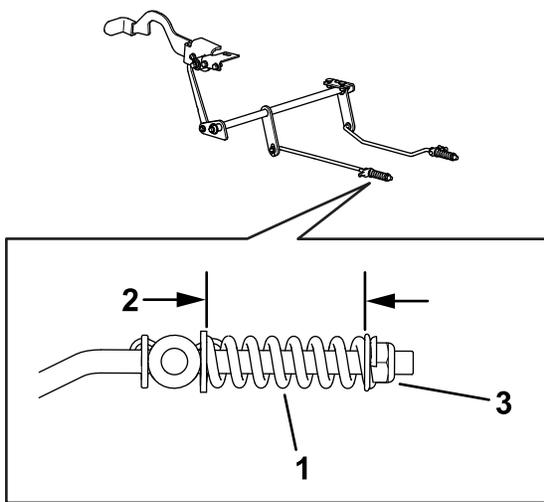

Рисунок 58
8. Проверьте длину обеих пружин, как показано на Рисунок 58. Если необходима регулировка, поверните гайку крепления пружины по часовой стрелке для уменьшения длины пружины и против часовой стрелки для ее увеличения. Повторите пункт 6.